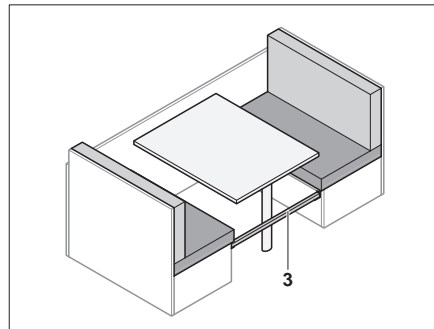

Bild 69 Sätt i förstärkningsplattan
- Sätt in extralisten (Bild 69,3) mellan sittbänkarna.